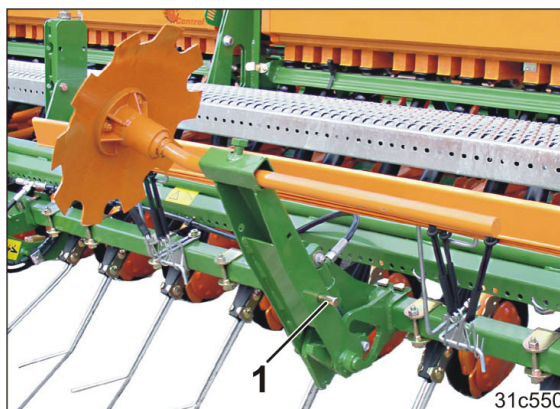

Рис. 211
1. Утримуючи опору маркувального диска, витягніть палець (Рис. 211/1) і поверніть опору маркувального диска донизу. Палець закріплено пружинним фіксатором.